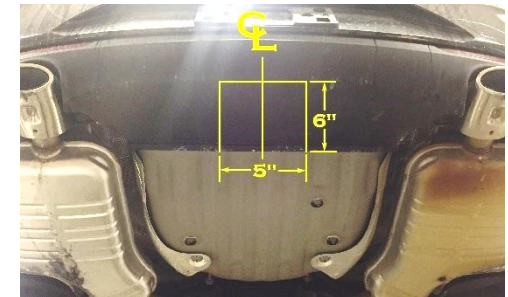

Figure 3
- 5. Découpage du carénage inférieur** – Repérer le centre du carénage inférieur et découper une zone de 6 po de profond par 5 po de large, voir **Figure 3**. Découper davantage si nécessaire.